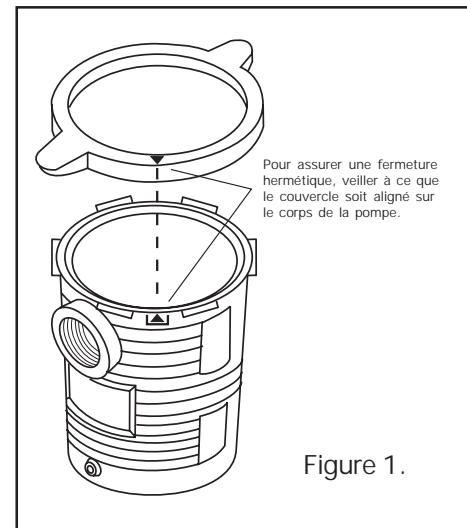

Figure 1.
8. Bien faire reposer l'ensemble bague et couvercle et le tourner dans le sens des aiguilles d'une montre jusqu'à ce que le couvercle soit bien serré sur la cuvette (cf. figure 1). Serrer à la main jusqu'à ce que la flèche de la volute se trouve à l'intérieur de la portée indiquée sur la bague de serrage.